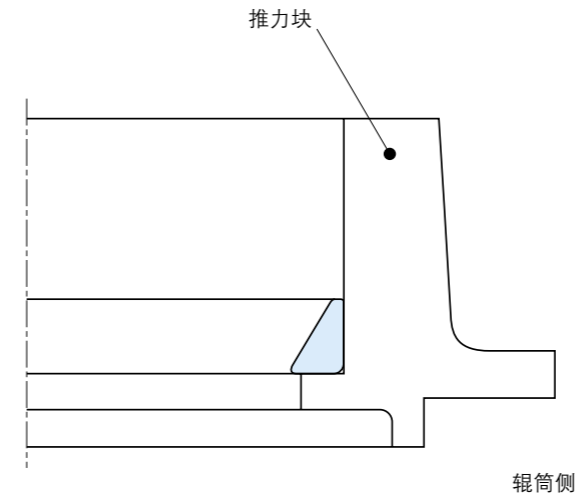
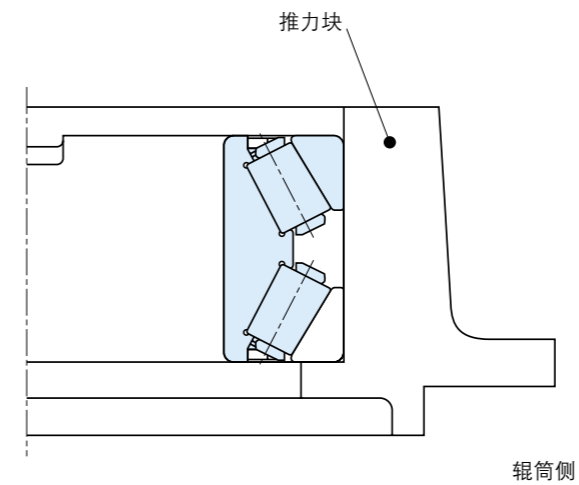

图 3.34
图 3.35
- (1) 让推力块的辊筒一侧朝下。
- (2) 给推力块的内孔涂抹润滑剂。
- (3) 给配合代号 A 的外圈全面涂抹润滑剂。
- (4) 用吊具吊起外圈, 轻轻插入推力块 (见图 3.34)
- (5) 带外隔圈者将其全面涂抹润滑剂后, 轻轻插入。
- (6) 将内圈内孔、两端面、滚子滚动面、端面以及配合代号 B 的外圈全面涂抹润滑剂。届时, 应该将滚子、保持架边旋转边涂抹, 确保润滑剂充分达到内圈滚道及挡边面。
- (7) 将配合面代号 B 的外圈套在配合代号 A 朝下的内圈、滚子、保持架上, 将吊环螺栓拧入保持架的 4 个螺孔, 轻轻插入推力块 (见图 3.35)。